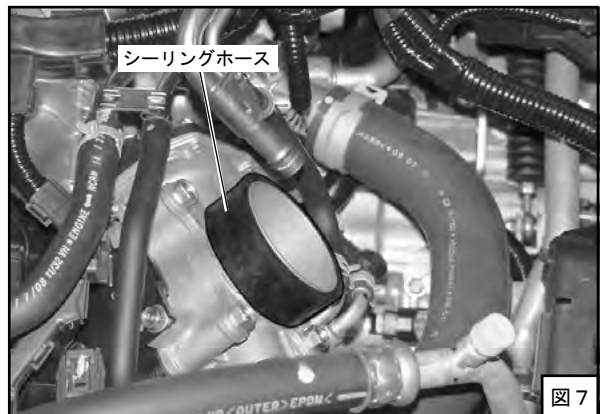
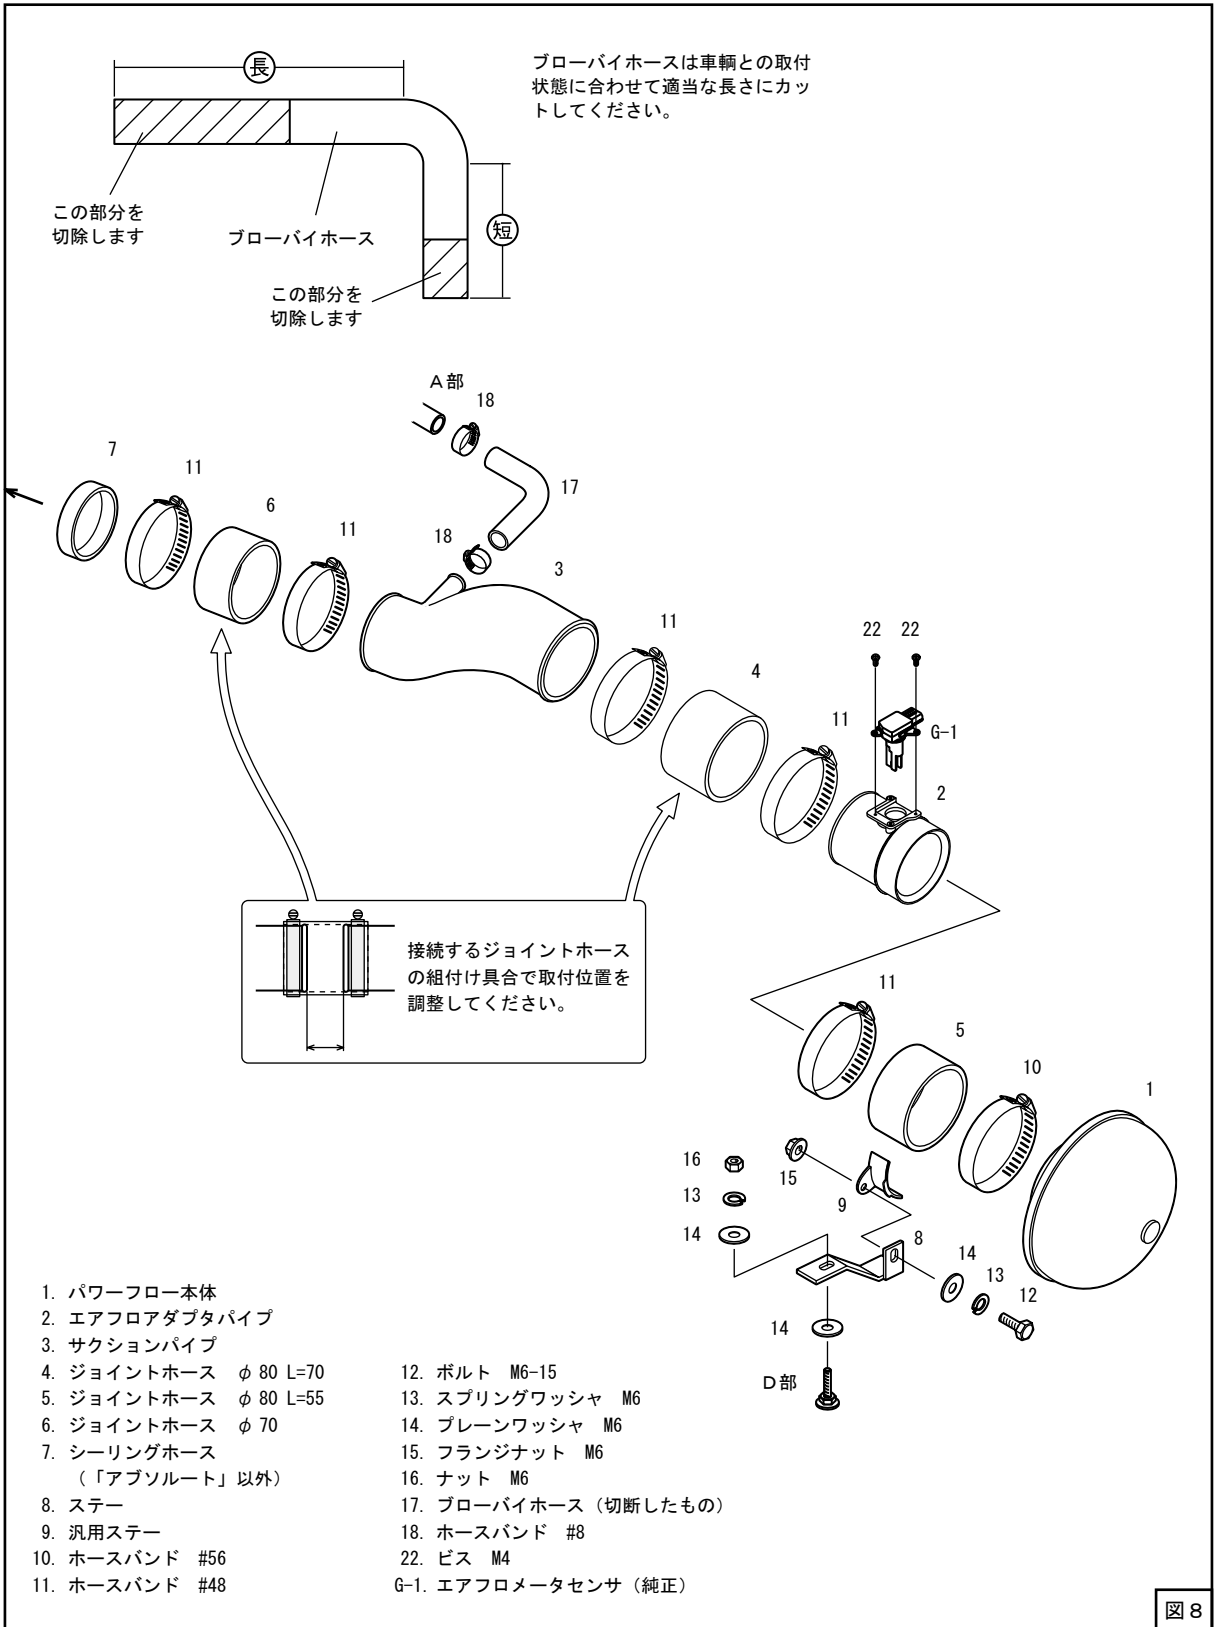

図7
図 8
(5) エアフロメータセンサのOリング(純正)がエアフロアダプタパイプに噛み込まないようにしながら図 5 の位置に行くことを確認し、キットパーツの M 4 ビスを使用して取付けてください。この時ビスを締めすぎないようにしてください。(締付けトルク 2.0 ~ 3.0N・m [0.2 ~ 0.3kg・m]) (図 5、図 8)
(6) D部にステーを仮付けしてください。(図6、図8)
(7) 「アブソルート」以外の車輛はスロットルバルブにシーリングホースを取付けてください。(図7、図8)
(8) キットパーツを仮付けしてください。(図6、図7、図8)